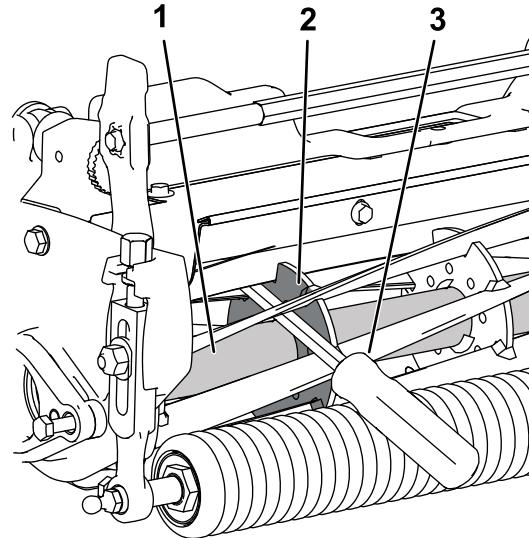

Figure 12
- Placez le levier contre le côté soudé de la plaque de support du cylindre (Figure 12).
- Insérez un levier à long manche (3/8" x 12" avec manche de tournevis recommandé) dans l'avant du cylindre de coupe, au plus près du côté de l'unité de coupe que vous allez serrer (Figure 12).